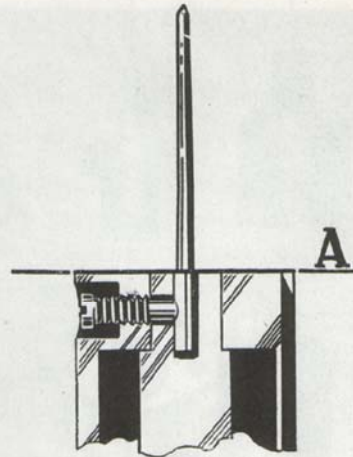

Bild 17. Infästning av bränslenål.
3. Montera ny bränslenål. Kontrollera att den har rätt märkning enl. specifikationen. Skjut in nålen exakt så långt i kolven, att endast den koniska arbetsdelen ligger utanför. Se bild 17. Drag åt låsskruven.